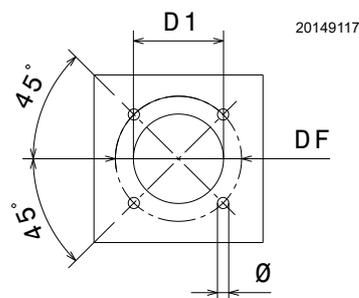

Abb. 14
Die Verschlussplatte der Brennkammer, gemäß Abb. 14 durchbohren. Die Position der Gewindebohrungen kann mit dem zur Grundausstattung gehörenden Wärmeschild ermittelt werden.
- Den gesamten Brenner in das vorher gesetzte Bohrloch des Heizkessels einpassen (Abb. 14) und mit den beige packten Schrauben befestigen.